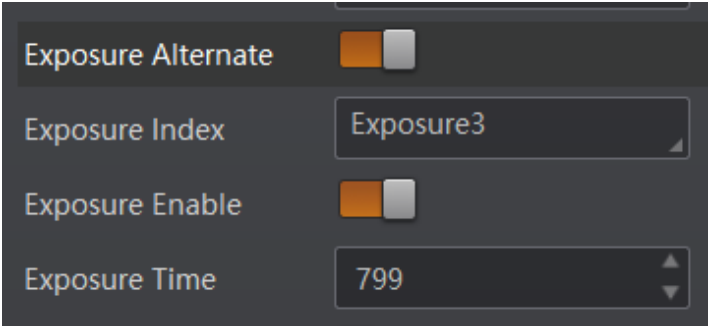

图3-12 交替曝光
5. 在 Exposure Time 中设置所选参数的曝光值，如图 3-12 所示。